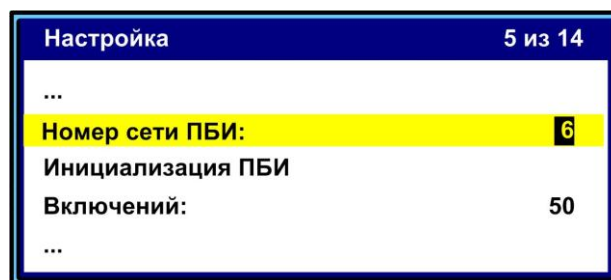

Рисунок 35 – Режим корректировки номера сети ПБИ
4.10.10.1 В режиме ожидания нажать кнопку [*] и выбрать пункт меню «**Настройка**» → «**Номер сети ПБИ**» и нажать кнопку [Режим]. Аппарат переходит в режим корректировки номера сети ПБИ (см. рисунок 35).